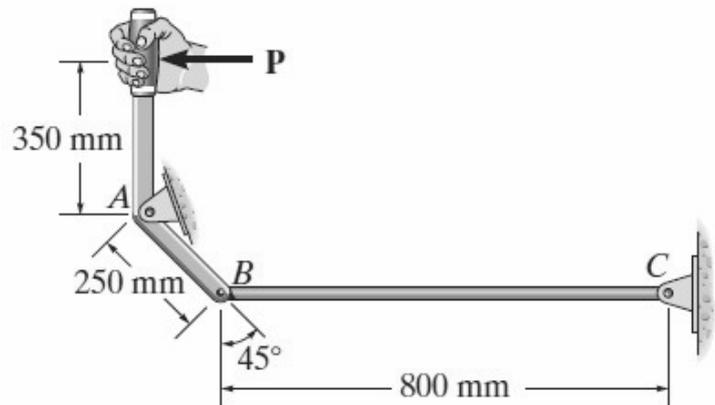

Figura 1.4
1.1.6 Na Figura 1.4 determine a força máxima P que pode ser aplicada.